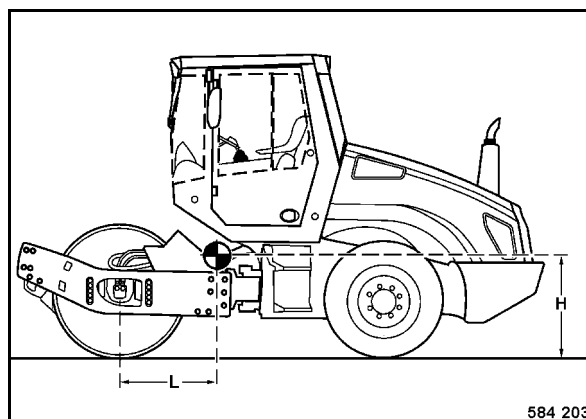

Fig. 72
- Posición del centro de gravedad (Fig. 72).